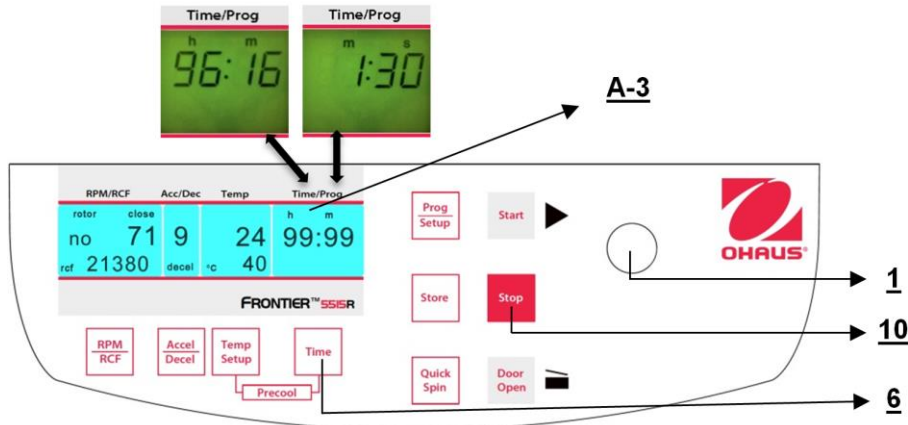

Figura 17
3. La operación continua **"cont"**, que puede interrumpirse con el botón **"Stop"**(10) (vea la Figura 17).
Para establecer el valor deseado, use la perilla de ajuste (1). Después de exceder 59 min. 50 seg., la indicación cambia automáticamente a **"h : m"**. Después de exceder 99 horas 59 min., aparece la palabra **"cont"** en la pantalla **"Time/Prog"** (A-3). Esta operación continua solo puede interrumpirse al presionar el botón **"Stop"** (10). El conteo regresivo del tiempo inicia una vez que se alcanza la velocidad establecida. La pantalla siempre muestra el tiempo de operación restante. (Vea la figura 17.)